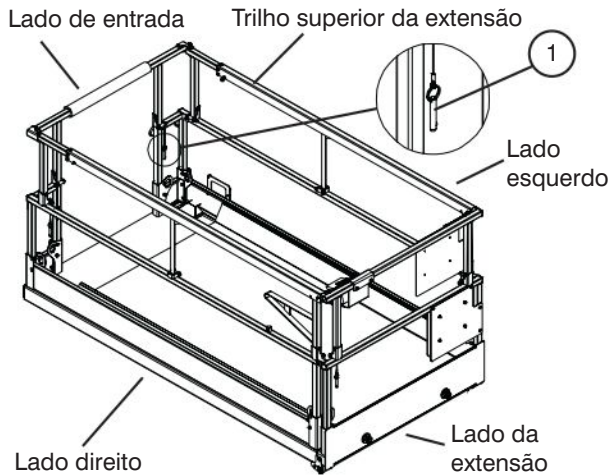

Figura 3-13a. Sistema de dobramento da proteção
7. Levante cuidadosamente cada proteção e trave no lugar com pinos de trava verificando se a esfera detentora de cada pino está completamente inserida (consulte a Figura 3-13a).